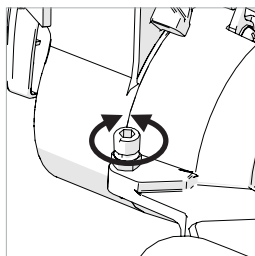

Fig. 25
- Use una llave Allen para ajustar el tornillo de ajuste hacia dentro o fuera según se requiera. **(Fig. 25)**